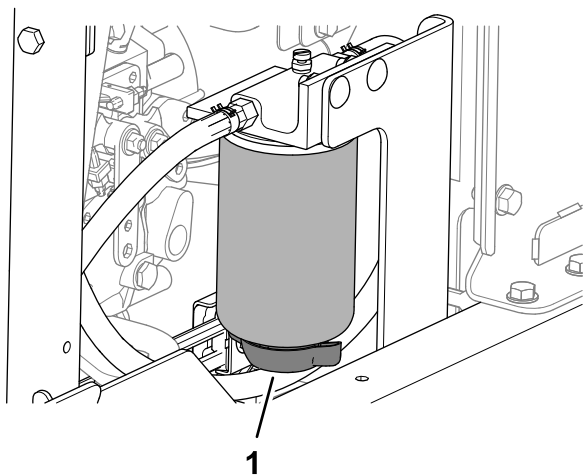

Figura 84
3. Coloque un recipiente de vaciado debajo de la válvula de vaciado del separador de combustible/agua (Figura 84).